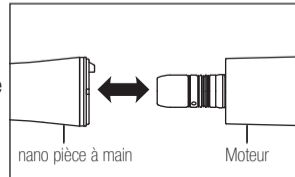

Fig. 1
- 1) Insérez l'instrument directement au moteur (Fig. 1). Vissez la pièce à main jusqu'à ce qu'un clic retentisse indiquant que la pièce est verrouillée en position.